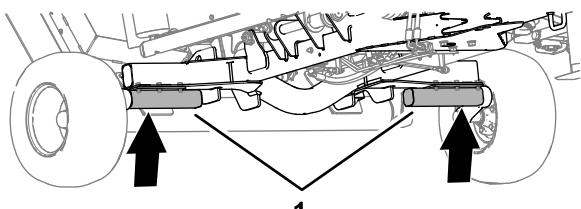

Рисунок 45
- Поднимите газонокосилку за половины моста, как показано на Рисунок 45.